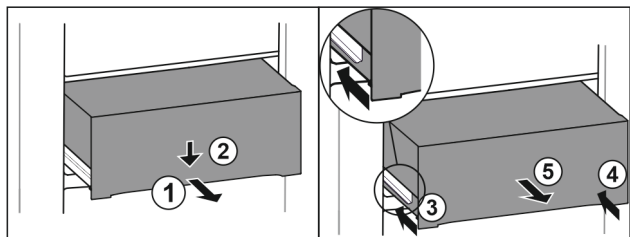

Fig. 121
- Extrageți pe jumătate sertarul. Fig. 121 (1)
- Apăsați în jos sertarul pe partea frontală. Fig. 121 (2)
- Inșerați șina stângă aproximativ 2 cm. Fig. 121 (3)
- Inșerați șina dreaptă aproximativ 2 cm. Fig. 121 (4)
- Extrageți sertarul spre înainte. Fig. 121 (5)